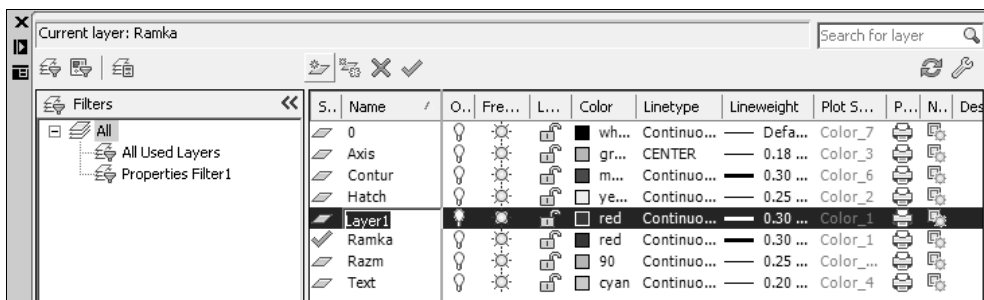

Рис. 5.7. Строка нового слоя в правом поле диспетчера свойств слоев
3. Щелкните мышью на кнопке  **New Layer** (Новый слой). В правой панели появится новая строка в таблице слоев (рис. 5.7). В столбцах свойств будут продублированы свойства выделенного слоя, а слой получит, по умолчанию, новое имя Layer1 (следующий слой Layer2 и т. д.).